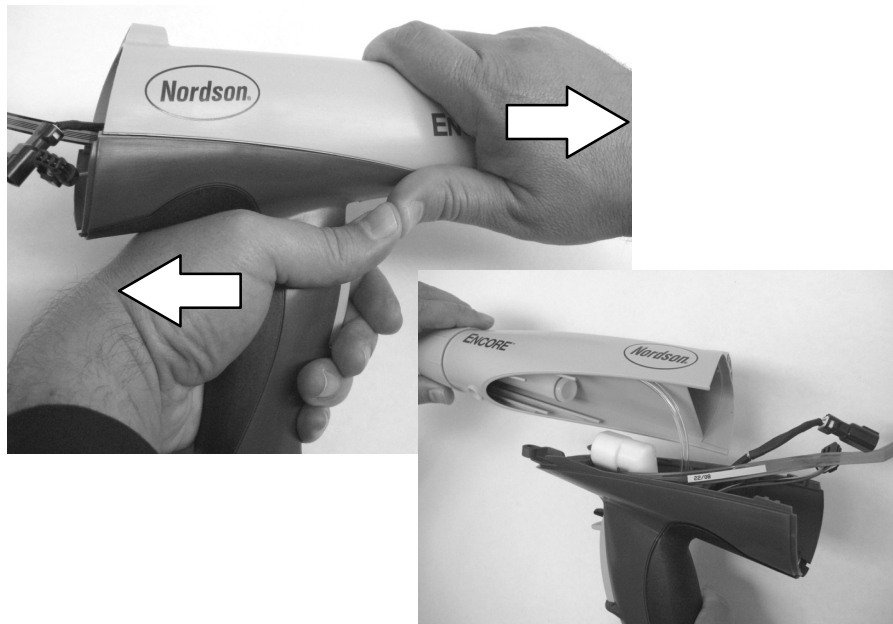

Figura 5-5 Separação do punho e do corpo da pistola
6. Consulte a figura 5-5. Agarre no punho com uma mão e no corpo da pistola com a outra. Empurre os polegares de cada mão um contra o outro enquanto puxa em sentidos opostos para separar o corpo da pistola do punho.